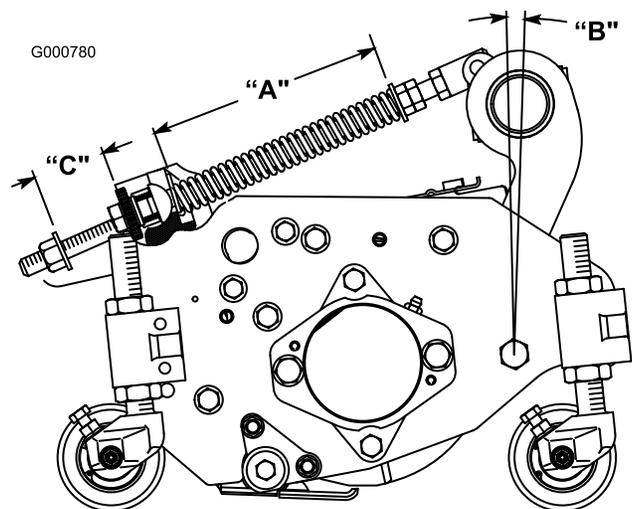

図 8
ターフ補正スプリング(図 8)は、キャリア・フレームとカッティングユニットをつないでおり、前後の揺れの大きさの調整と、移動走行中や旋回動作中の地上高の調整を行っています。
1. スプリングロッド後部のロックナットを締めて、すきま(C)を25 mmとする(図 8)。
2. スプリングロッド前部の六角ナットを締めて、スプリング(圧縮状態)の長さ(A)が203 mmになるようにする(図 8)。
ケット後部とワッシャ前面のすきま (C) を38 mm としてください(図 8)。